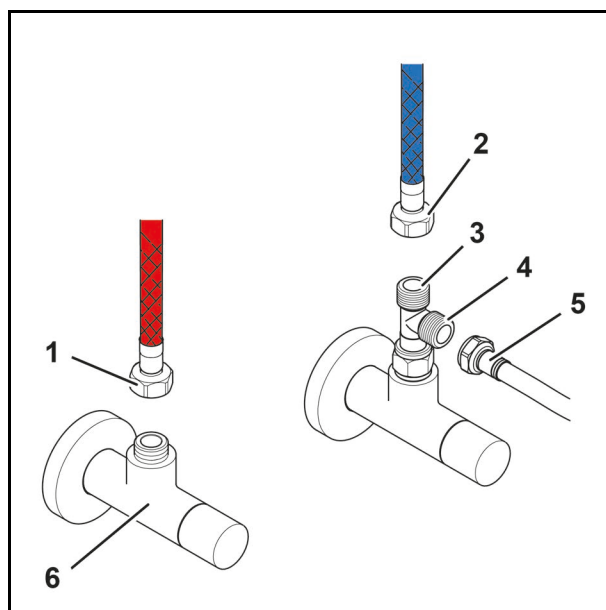

Abb. 17
5. Trennen Sie ggf. die externe CO₂-Versorgung (Abb. 17/1) vom Untertischgerät (Abb. 17/2), siehe Kapitel 5.8.
6. Trennen Sie die Kaltwasserleitung (Abb. 17/5) des Untertischgeräts vom unteren Anschluss (Abb. 17/4) des T-Stücks.
7. Trennen Sie die Kaltwasserleitung (Abb. 17/2) der Armatur vom oberen Anschluss (Abb. 17/3) des T-Stücks.
8. Trennen Sie die Warmwasserleitung (Abb. 17/1) der Armatur vom Eckventil (Abb. 17/6).